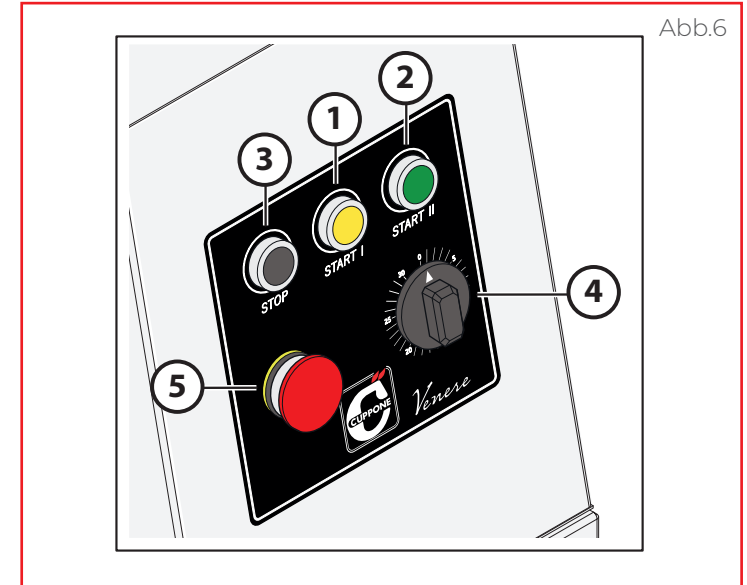

Abb.6
► **Abb.6** Die Verarbeitung muss auf diese Weise gestartet werden:
- drehen Sie den Timer (4) auf die gewünschte Zeit ein. Dieser Wert gibt an, **wie lange** die Maschine kneten soll (z. B. wenn Sie den Timer auf „10“ einstellen, wird die Maschine 10 Minuten lang kneten).